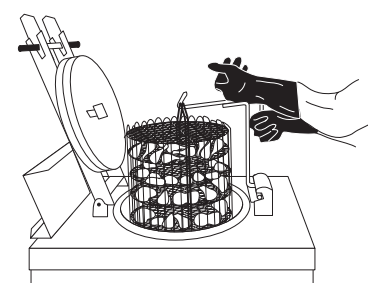

ABBILDUNG 11
-  **GEFAHR:** Tragen Sie immer Schutzhandschuhe und verwenden Sie den Abtropfhaken, um den Korb aus dem Frittieröl zu heben (siehe Abbildung 11).